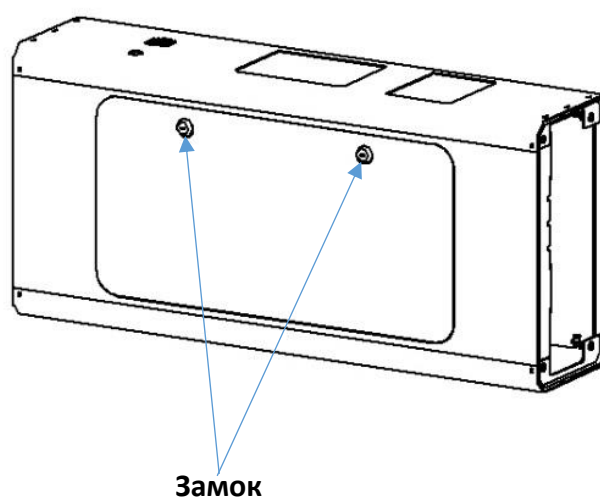

Рис. 4
- Открыть ключом замок технического лючка, расположенного в верхней части контрольного блока (рис.4).